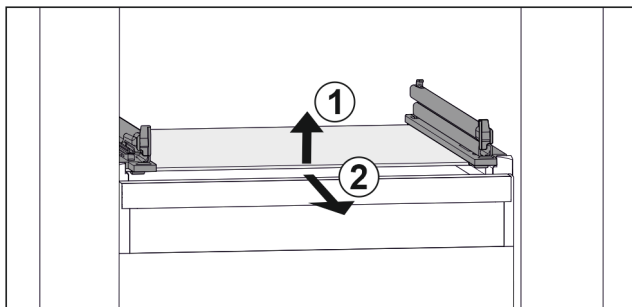

Fig. 36 Rappresentazione esemplificativa del ripiano in vetro
- Sollevare il ripiano in vetro dal davanti. Fig. 36 (1)
- Rimuovere il ripiano in vetro tirando in avanti. Fig. 36 (2)